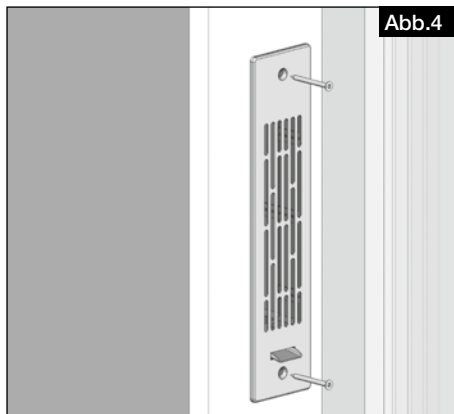

Abb.4
3. Laibungsgitter mit beiliegenden Schrauben am Putzrahmen anschrauben (s. Abb. 4).
3. Screw the soffit grille to the plaster frame with the provided screws (see Fig. 4).
3. Visser la grille murale extérieure au cadre à l'aide des vis fournies (voir fig. 4).